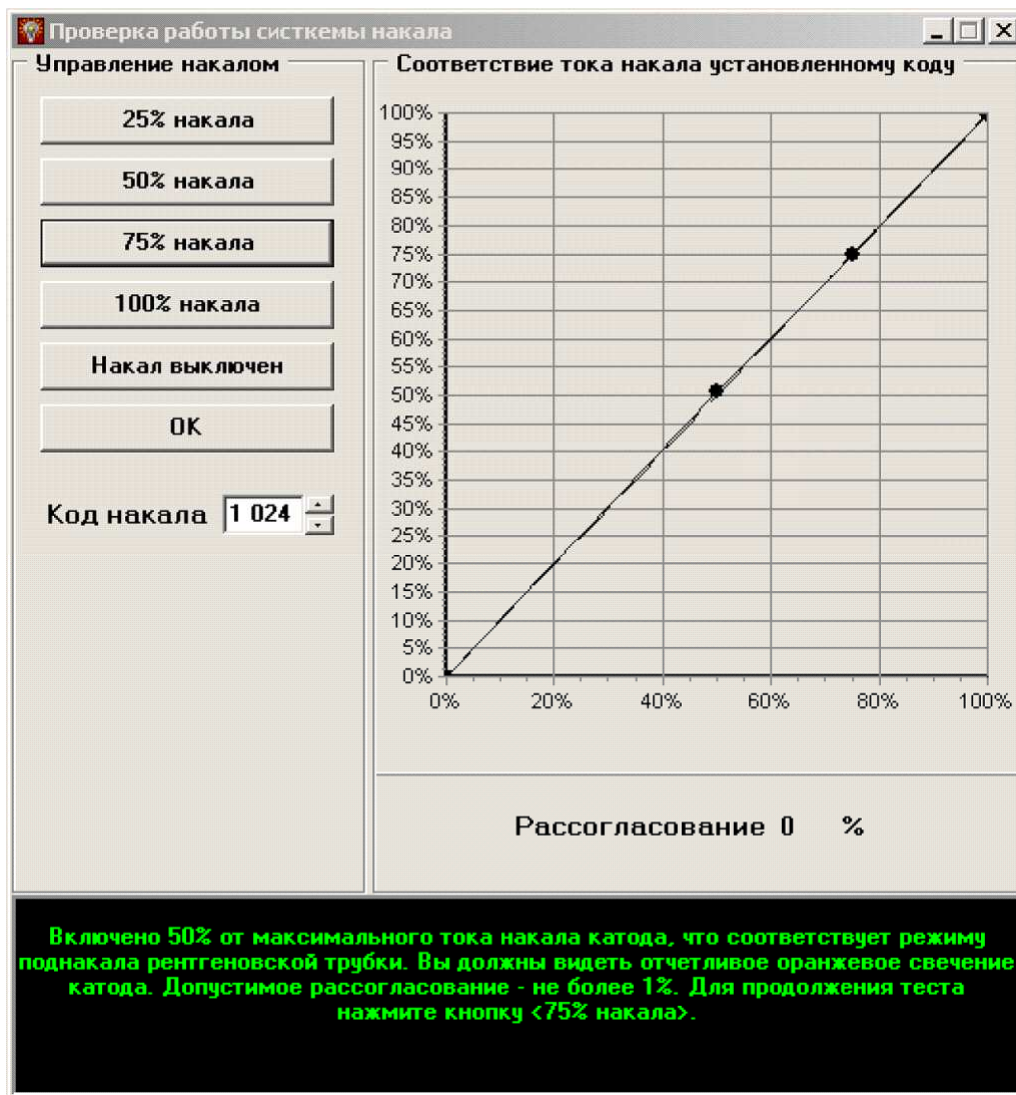

Рис. 6.8 Внешний вид окна «Проверка работы системы накала»
6.5.2 Для запуска приложения выберите в меню менеджера пункт  «Проверка системы накала». Внешний вид окна приложения приведен на рис. 6.8.